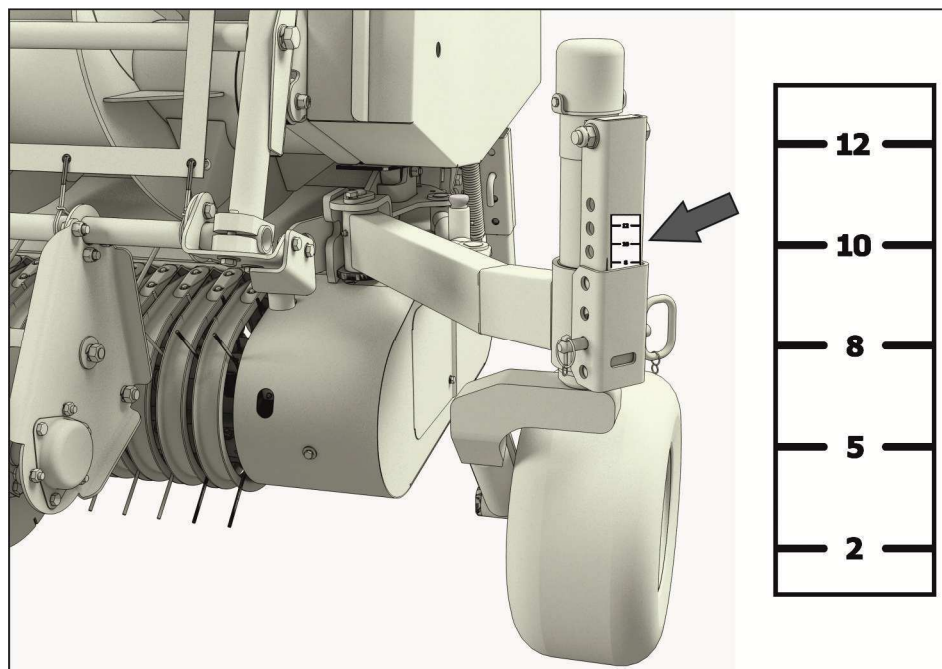

Рисунок 6.3 – Табличка «Высота подбора»
Для ориентира, положение высоты подбора указано на таблице «Высота подбора» (см. рисунок 6.3) . **ВАЖНО!** Значения на табличке могут отличаться от реальных, они зависят от рельефа поля и указаны условно. Регулировку расстояния от концов подбирающих пальцев до поверхности земли смотреть в п. 6.2.2.
- 2) Чтобы исключить упирание шин колеса в крайний пружинный палец нормализатора, необходимо установить высоту подбора 55 мм в положение «5» или большее значение (см. рисунок 6.3).